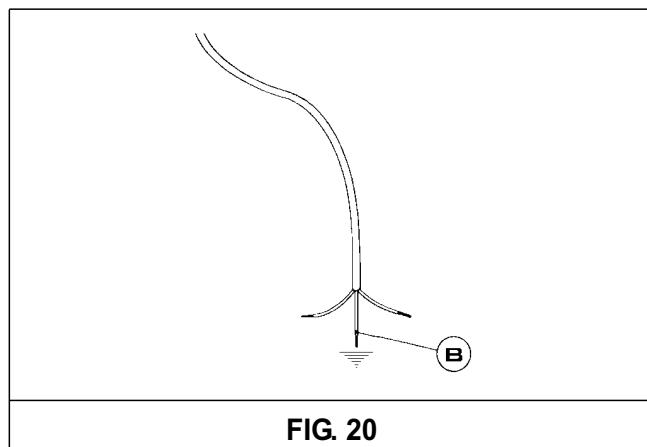

FIG. 20
*En cas de remplacement du câble d'alimentation, l'installateur devra veiller à ce que le conducteur de terre soit plus long que les conducteurs de phase (voir fig. 20) et il devra en outre respecter les avertissements du paragraphe 8.*